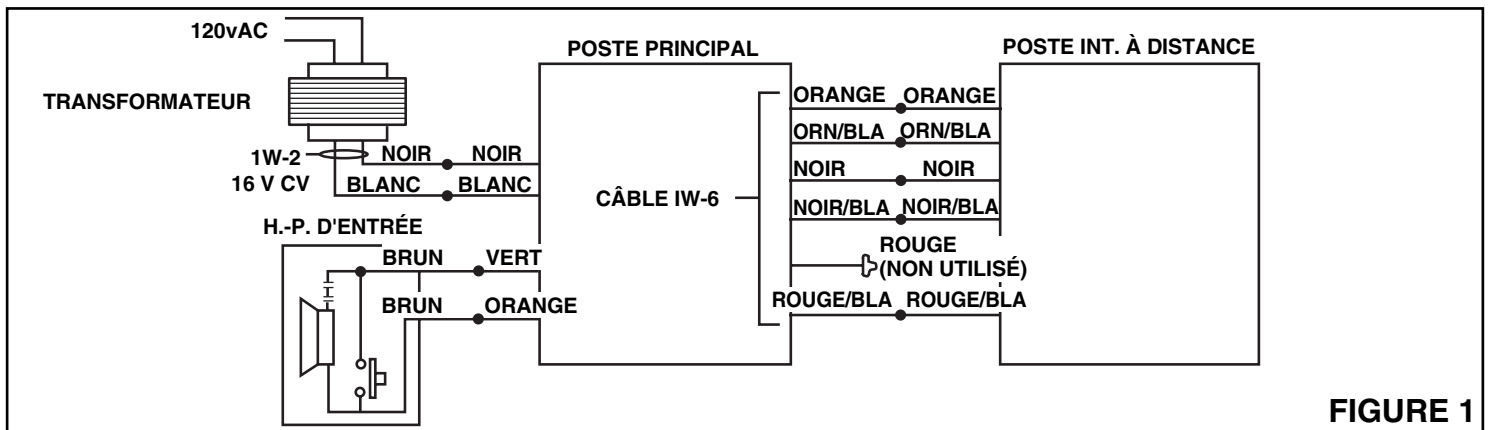

FIGURE 1
3. **Voir Figure 1.** Brancher le fil IW-2 de NuTone (calibre 22, deux conducteurs, à paire torsadée) entre les bornes du circuit secondaire du transformateur et un fil NOIR et BLANC au haut-parleur principal.
2. **Voir Figure 1.** Brancher les fils IW-6 à code de couleurs aux fils à code de couleurs correspondants au haut-parleur principal et au haut-parleur à distance. (par ex., orange avec orange; orange/blanc avec orange/blanc, etc.). **REMARQUE: Si le déclencheur de porte en option n'est pas utilisé, ne pas brancher les fils ROUGES.** Voir «Déclencheur de porte en option» a la page 3.